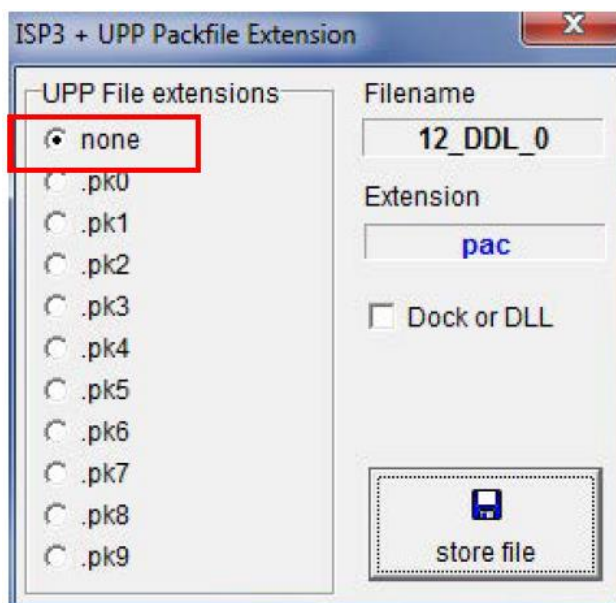

Рисунок 16
2.2.13 Во всплывающем окне «ISP3+UPP Packfile Extension», вы можете выбрать предпочитаемый канал, активировав переключатель рядом с ним (рисунок 16). Если выбрано «none», прошивка копируется на следующий свободный канал.